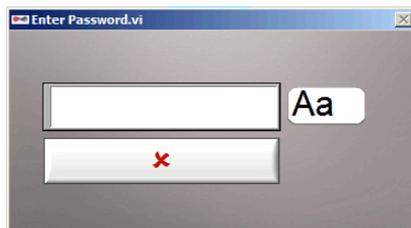

图18：管理员用户密码窗口
2. 在 **Admin User Password Window**（管理员用户密码窗口）（图 18）中输入密码，以访问 **General Administrator Settings**（一般管理员设置）屏幕（图 19）。此选项默认情况下不可用，安装时由客户决定是否配置。此选项只能由现场应用科学家或技术人员进行配置，客户在提出此类要求时应仔细考虑是否会影响 21 CFR 第 11 部分的合规性要求。